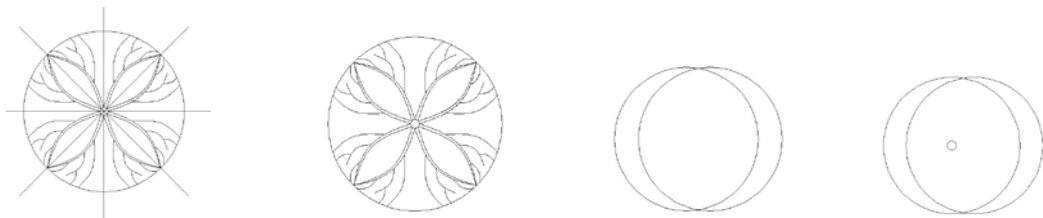

图 15.133 镜像结果图 图 15.134 树木绘制结果 图 15.135 绘制圆 图 15.136 绘制圆
- (8) 执行镜像命令, 将曲线镜像, 如图 15.133 所示。